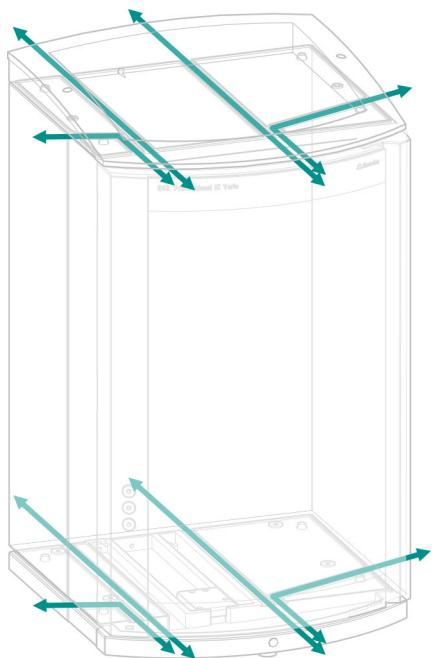

Abbildung 5 Kanäle für Kapillaren
- Kanäle zwischen dem Gerät und der Bodenwanne sowie zwischen dem Gerät und dem Flaschenhalter (*siehe Abbildung 5, Seite 13*)